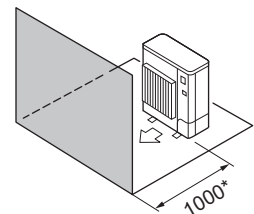

Abb. 2-6
- ④ Hindernisse nur auf der Vorderseite (Abb. 2-6)